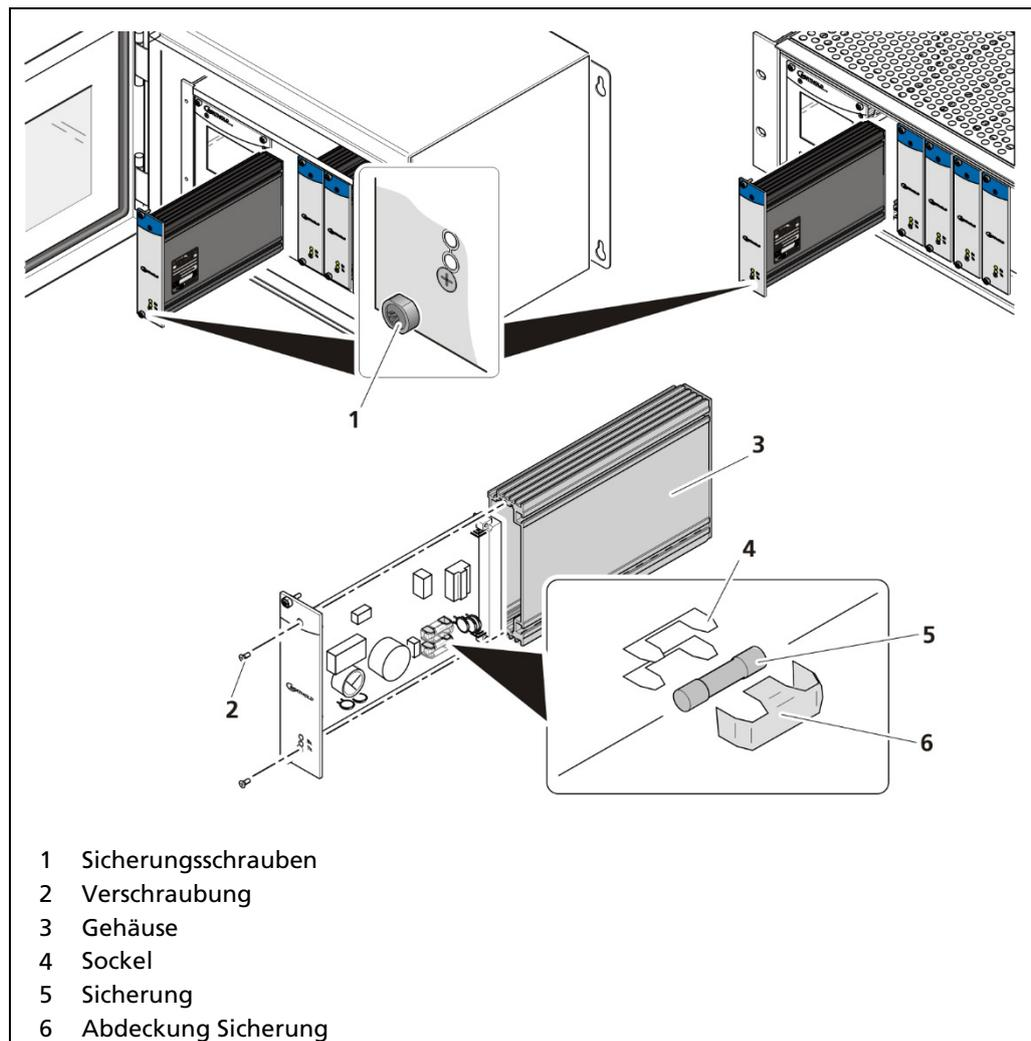

Abb. 146 Austausch Sicherungen Slave-Modul
2. Lösen Sie die vier Sicherungsschrauben (Abb. 146, Pos.1) und ziehen Sie das Slave-Modul aus dem Wandgehäuse bzw. dem Baugruppenträger.
3. Lösen Sie die zwei versenkten Schrauben an der Vorderseite des Slave-Moduls (Abb. 146, Pos.2).
4. Ziehen Sie das Gehäuse (Abb. 146, Pos.3) vorsichtig ab.
5. Entfernen Sie die Schutzabdeckung der Sicherung (Abb. 146, Pos.6)
6. Entfernen Sie die Sicherung (Abb. 146, Pos.5).
11. Ziehen Sie alle Sicherungsschrauben (Abb. 146, Pos.1) an.